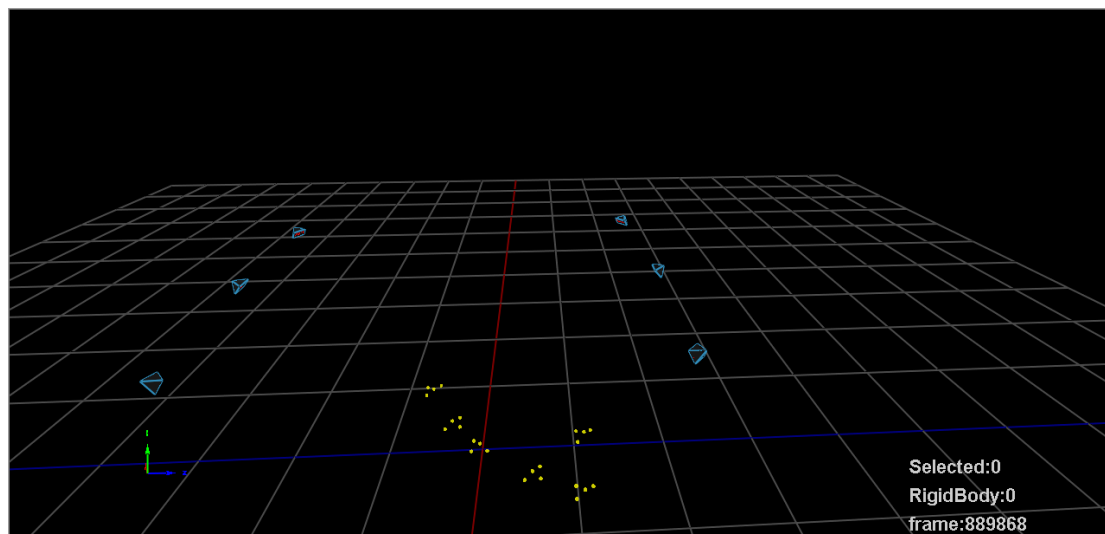

图 1.1.15 反光球显示界面
(1) 将带有反光球的无人机放入场地中，会显示每个小球的光点，如下图 1.1.15 所示。